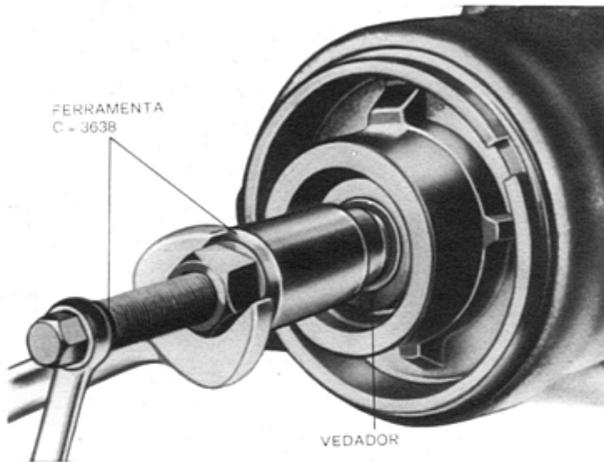

Fig. 26 — Remoção do vedador de óleo do sem-fim
- Remover o vedador de óleo com a ferramenta C-3638 (fig. 26).